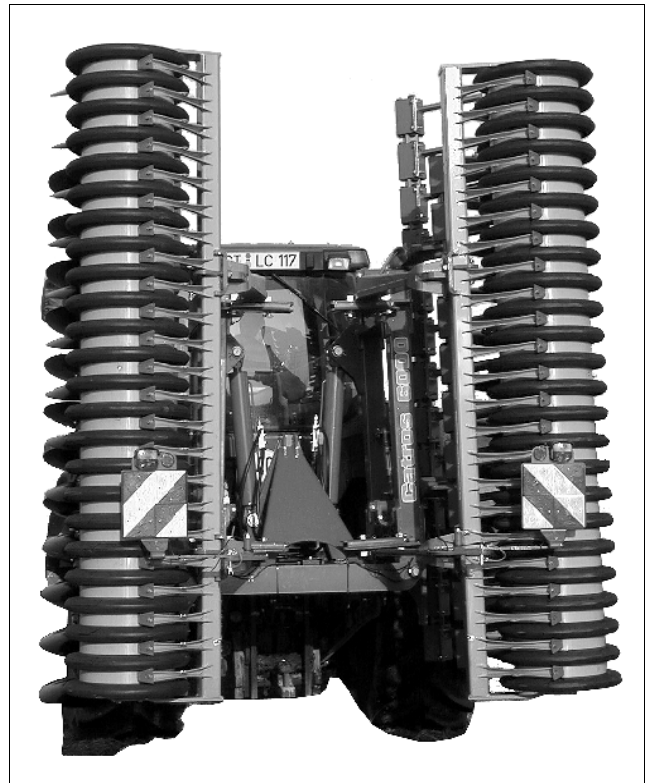

Fig. 11
- Transportbredden på 3 m må ikke overskrides! For redskaber med en transportbredde på –over 3,0 m skal der indhentes en speciel godkendelse fra vejdirektoratet. (Fig. 11)!
- Udlæggerne klappes ind (Fig. 11) og sikres imod uønsket udklapning ved hjælp af kuglehanen!